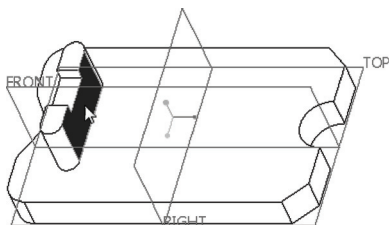
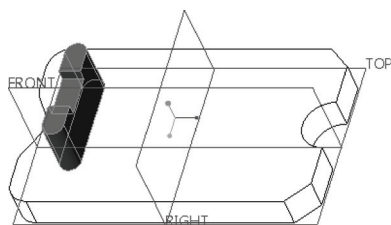

图 8-15 指定种子曲面
图 8-16 选择形成凸台的曲面
3) 选择要移动的形状曲面集。先在模型中单击选择图 8-15 所示的一个曲面，接着在功能区“柔性建模”选项卡的“形状曲面选择”组中单击“凸台”按钮 , 从而选择形成凸台的曲面，如图 8-16 所示。